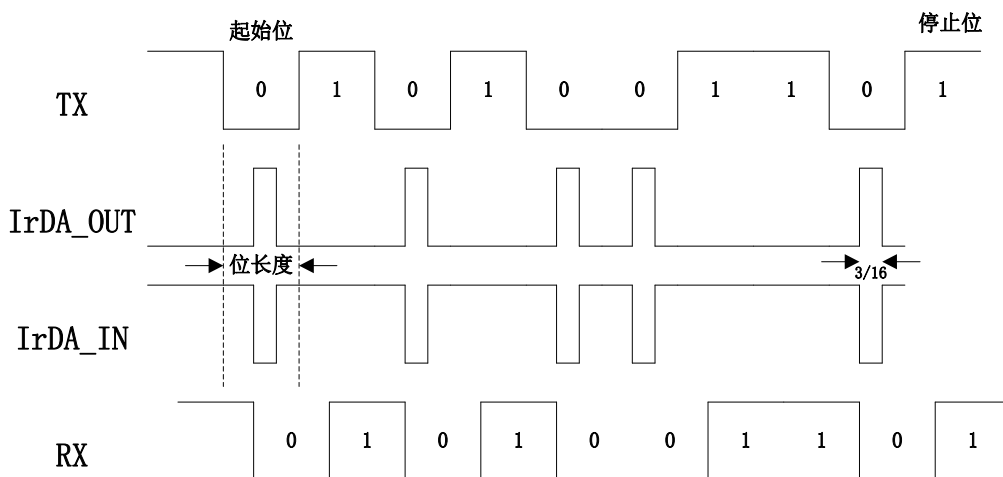

图 19-14 IrDA 数据调制
- SIR 发送逻辑把 0 作为高脉冲发送，把 1 作为低电平发送。脉冲的宽度规定为正常模式时位周期的 3/16 (见图 19-14 IrDA 数据调制)。